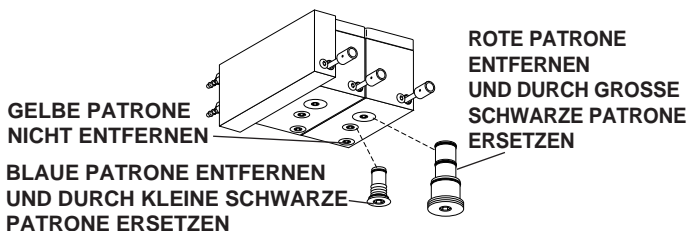

Bild 11. Handstück-Trockenblock-Umbau
3. Entfernen Sie mit einem 2,5-mm-Innensechskantschlüssel die große rote Patrone des Steuerblocks. Setzen Sie die große schwarze Patrone des Trockenblock-Umbausatzes in den Steuerblock ein (siehe Bild 11).
4. Entfernen Sie mit einem 2,5-mm-Innensechskantschlüssel die kleine blaue Patrone desselben Steuerblocks. Setzen Sie die kleine schwarze Patrone des Trockenblock-Umbausatzes in den Steuerblock ein (siehe Bild 11).